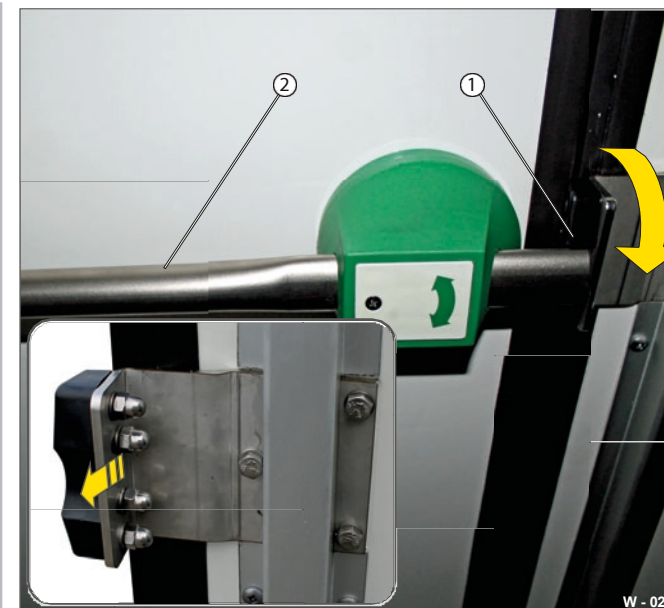

Fig. 9 Låsepunkt
- Kontrollér låsepunktet/påløbsophænget (fig. 9/1) for slitage.